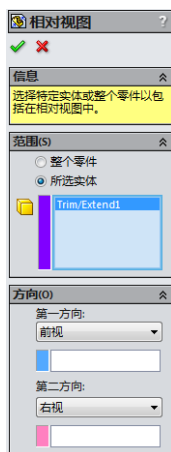

图 14-23 选择实体
(1) 在工程图文档中，单击“工程图”工具栏中的“相对视图”按钮，或执行“插入”→“工程图视图”→“相对于模型”菜单命令，弹出提示框，要求在另一窗口中选择实体。
(2) 执行“窗口”菜单命令，选择焊件的实体零件文件，弹出“相对视图”属性管理器，勾选“所选实体”选项，并且在焊件实体中选择相应的实体，如图 14-23 所示。